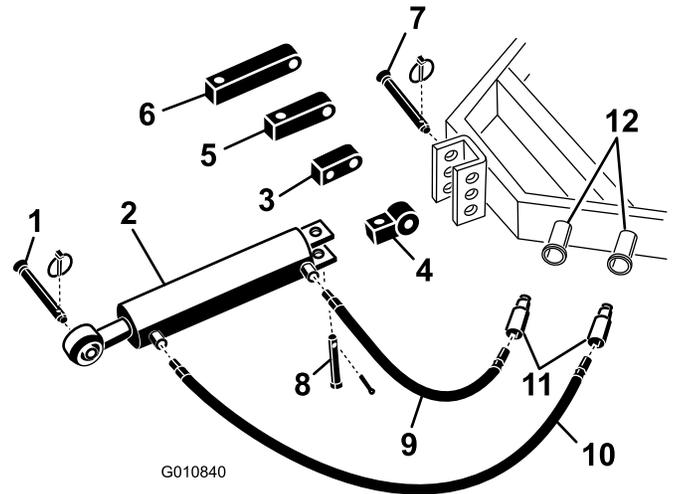

図 5
1. トラクタに付いているピンを使って、油圧式上部リンクの接続リンクをトラクタに固定する (図 5)。油圧式上部リンクは、ロッドの端がエアレータを向くように取り付ける。シリンダポートは、トラクタの補助パワー油圧に向くように取り付ける。
注 油圧シリンダのポートが上を向くような取り付けしかできない場合には、通常取り付けブロックではなく、回転ブロックを使ってポートの位置を合わせてください (図 5)。回転ブロックの代わりに 90 度油圧フィッティングを使用することができます (フィッティングは付属品ではありません)。
- A. 通常の接続リンクをシリンダに固定しているコッターピンとピンを抜き取る (図 5)。シリンダから接続リンクを取り外す。
- B. 外したピンを使って、回転ブロックをシリンダに取り付ける (図 5)。
2. 長さ 107cm の油圧ホースを、油圧式上部リンクのポート (エアレータに近い方のポート) に接続する (図 5)。オイル漏れを防止するために、ねじ部にはテフロン製テープなどのシール材を使用すること。
3. 長さ 76cm の油圧ホースを、油圧式上部リンクのポート (トラクタに近い方のポート) に接続する (図 5)。オイル漏れを防止するために、ねじ部にはテフロン製テープなどのシール材を使用すること。
油圧シリンダのロッドがブラケットにとどかない場合には、通常に取り付けブロックではなく、延長ブロックを使ってください(図 5)。
- A. 通常の接続リンクをシリンダに固定しているコッターピンとピンを抜き取る(図 5)。シリンダから接続リンクを取り外す。
- B. 外したピンを使って、必要な長さの延長ブロックをシリンダに取り付ける(図 5)。